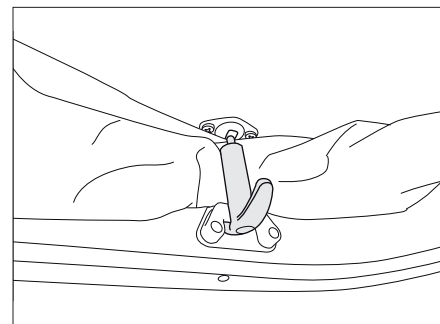

Fig. 65 Seguro del techo para dormir
- Tirar los seguros (Fig. 65) para soltarlos.
- Tirar los seguros (Fig. 65) ligeramente hacia abajo y engancharlos.